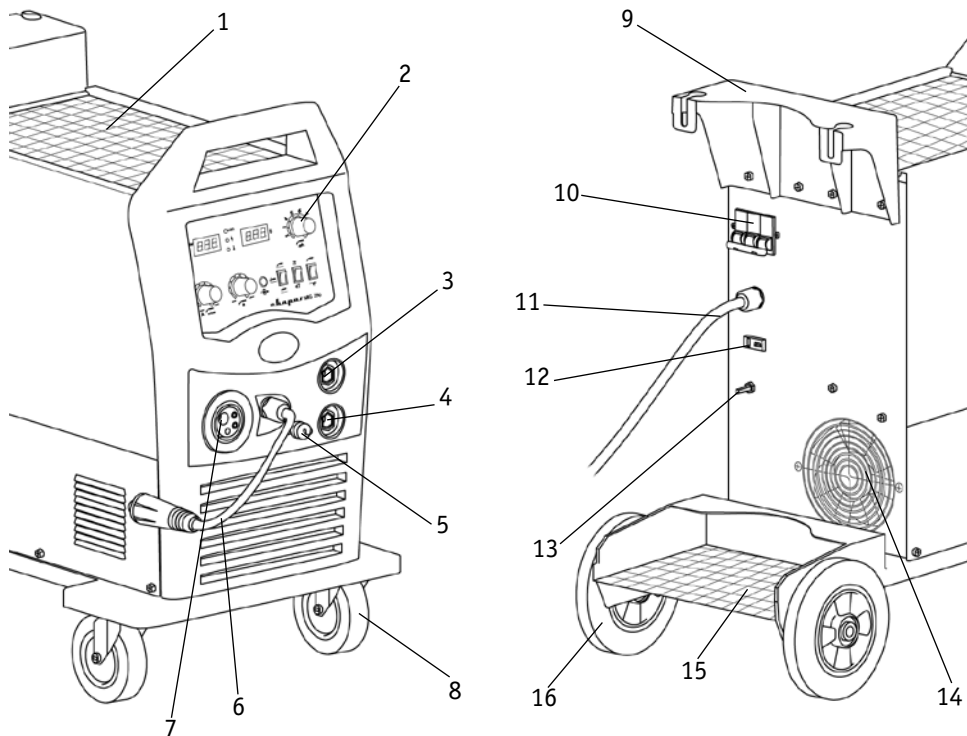

Рис. 6.1. Вид источника питания спереди и сзади.
**1.** Подсоедините газовый шланг к газовому разъёму аппарата (См. рис. 6.1, п. 13) и к газовому редуктору на баллоне.
**2.** Подключите сварочную горелку для MIG/MAG сварки в «евроразъём» на передней панели сварочного аппарата (См. рис. 6.1, п. 7).